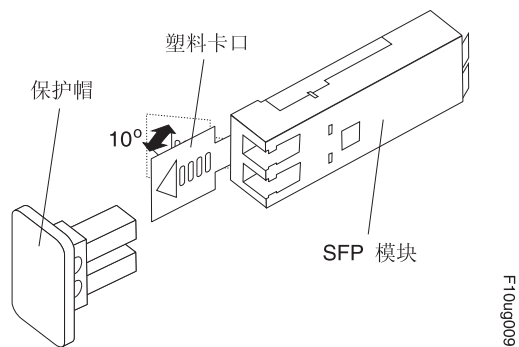

图 22. 松开塑料类 SFP 模块滑锁
- 对包含塑料卡片的 SFP 模块，如第 51 页的图 22 中所示，通过把塑料卡片向外拔出 10° 来松开 SFP 模块滑锁。